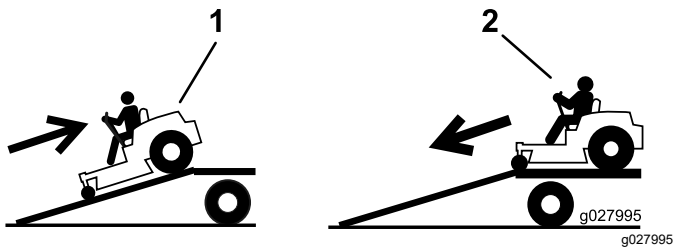

Figure 30
4. Montez la rampe en marche arrière (Figure 30).
2. Descendez la rampe en marche avant (Figure 30).